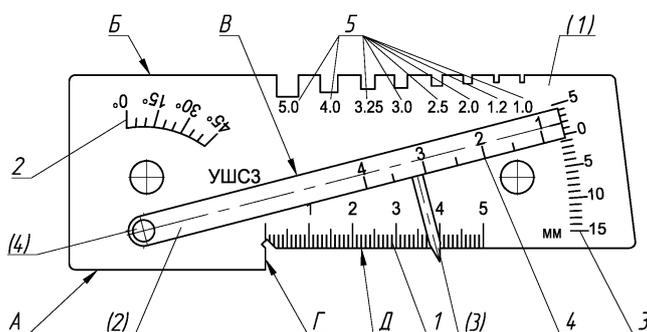

Рисунок 1. Универсальный шаблон сварщика УШС-3.
Универсальный шаблон сварщика (рис.1) состоит из основания (1), соединенного осью (4) с движком (2) и закрепленного на движке указателя (3).